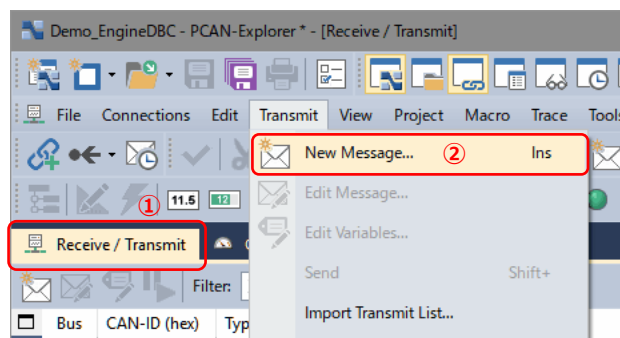

図 D-1
Receive / Transmit タブを選択します（図 D-1 ① 参照）。
メニュー Transmit から、New Message... を選択します（図 D-1 ② 参照）。